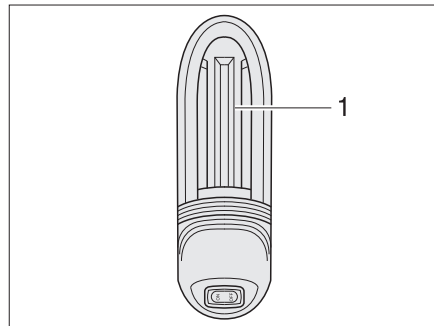

Bild 281 Garagenleuchte
- Leuchtenabdeckung (Bild 281,1) etwas nach oben schieben und abnehmen.